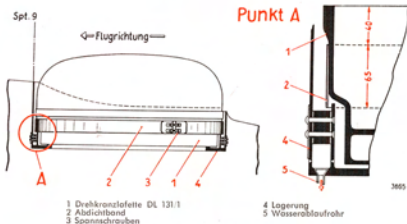

Abb. 38: Anbringung des Abdichtbandes am DL 131/1
- (2) Verkleidung des Bürstenhalters abschrauben.
- (3) Bürsten abheben.
- (4) Abdichtband nach Abb. 38 um den Drehkranz legen und mit den beiden Spannschrauben festziehen.